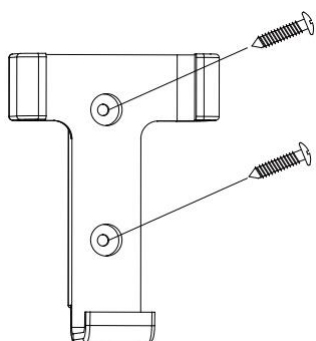

Fig. 12a
1. rchez un mur adéquat pour fixer le support mural de la télécommande avec les 2 vis. (Fig.12a).